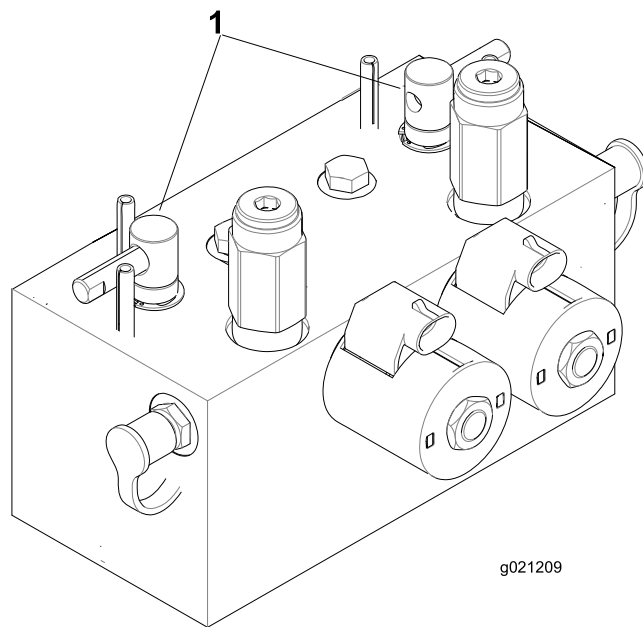

Figura 75
2. Sbloccate il sedile ed alzate lo per esporre le leve di lappatura (Figura 75).
5. Selezionate le leve di lappatura anteriore, posteriore o entrambe per stabilire gli elementi da lappare (Figura 75).